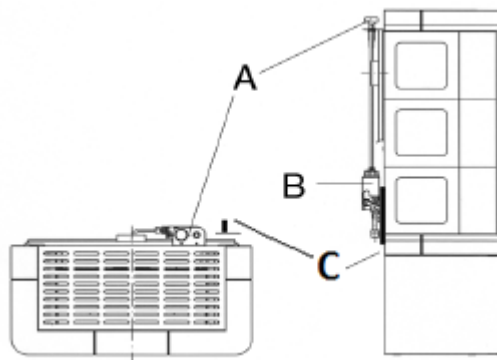
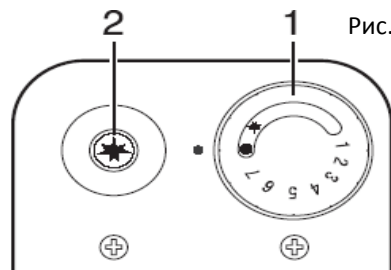
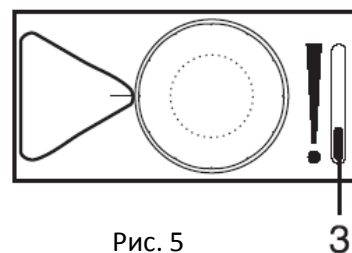

Рис. 3
Рис. 4
Рис. 5
- А** - ручка регулировки 1* и ручка пьезоэлектрического зажигания 2* (см. Рис. 4)
В - универсальная арматура рис. 4 или арматура с передвижным регулятором BY-PASS (см. Рис. 5 на стр. 6)
- Ручку **1** регулировки (см. Рис. 4) поверните в  положение зажигания и вдавите до упора;
На газовом клапане В (Рис. 3) установите передвижную ручку 3 регулировки (Рис. 5) в стандартное положение настройки согласно изображению. Встроенный в газовую арматуру термостат автоматически регулирует температуру в помещении, которая задана ручкой 1 регулировки. Указанные цифры обозначают область настройки термостата. Через очень непродолжительное время вы сами поймете, какая цифра настройки соответствует запрошенной вами температуре. Это зависит от местоположения жилья, размера помещения, характера здания и величин потери тепла. По этой причине производитель предоставляет только цифры для настройки, которые могут быть различны. Среднему значению настройки 22 °С должна примерно соответствовать настройка 3-4 на ручке регулировки. Более высокая цифра соответствует более высоким значениям температуры, а меньшая цифра – более низким.
Для того, чтобы вновь перейти к термостатической регулировке, необходимо передвижную ручку 3 регулировки вернуть в положение стандартной настройки согл. Рис. 5.